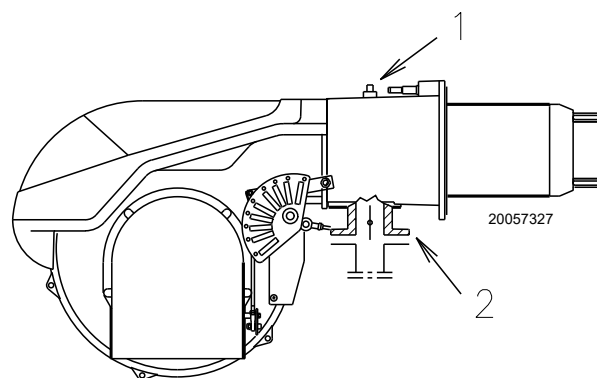

Fig. 21
Pressione del gas misurata alla presa 1)(Fig. 21 a pag. 24), con:
Perdita di carico farfalla gas 2)(Fig. 21 a pag. 24) con apertura massima: 90°.
- sottrarre dalla pressione del gas alla presa 1)(Fig. 21) la pressione in camera di combustione.
Pressione del gas alla presa 1)(Fig. 21) = 17,7 mbar
Per conoscere invece la pressione del gas necessaria alla presa 1)(Fig. 21), fissata la potenza massima di modulazione alla quale si desidera funzioni il bruciatore:
- Leggere sulla destra, colonna 1, la pressione alla presa 1)(Fig. 21).
pressione necessaria alla presa 1)(Fig. 21).